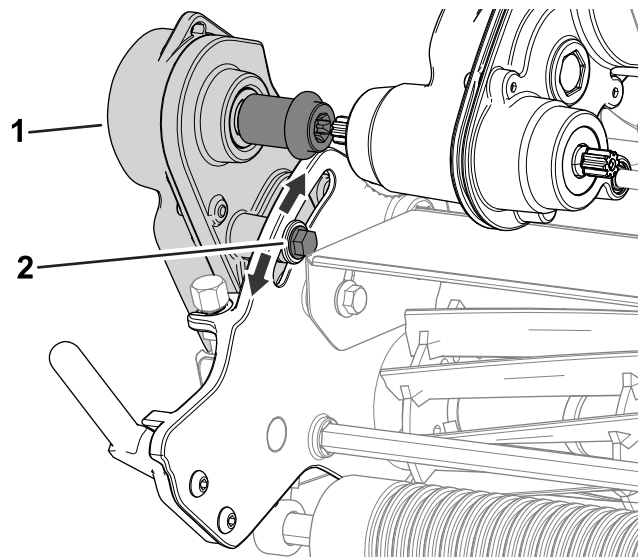

Figura 48
1. Allentate il bullone indicato nella **Figura 48**.